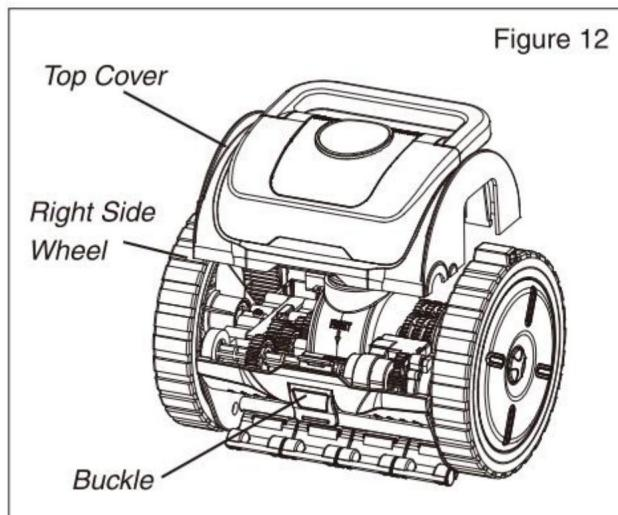

Figure 12
2. Les pneus ne sont pas excessivement usés. Voir la figure 12 à la page suivante.
Nettoyez l'aspirateur en le tirant vers l'extérieur. Soulevez l'avant du capot supérieur, puis tirez-le fermement vers l'avant. Cela séparera le capot supérieur du corps du nettoyeur et vous serez maintenant capable de soulever le couvercle supérieur directement du corps de l'aspirateur (voir la figure 12). Réglez le couverture de côté.